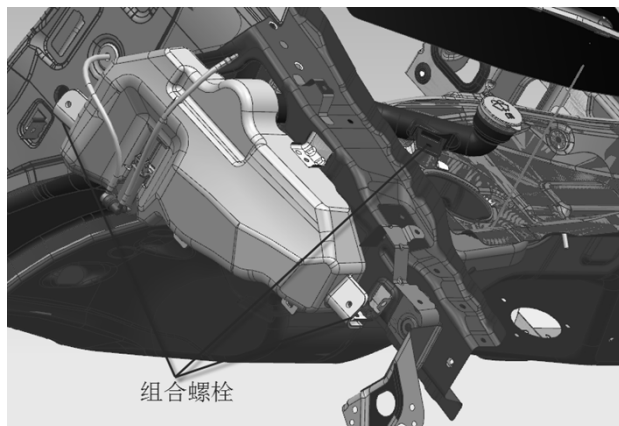

图 4-3-2-1
- 3) 将壶口固定在流水槽上洗涤壶支架上的组合螺栓拆除，拔出壶颈，如图 4-3-2-1。.
- 4) 卸下其他固定壶体的两个组合螺栓。如图 4-3-2-1 所示：